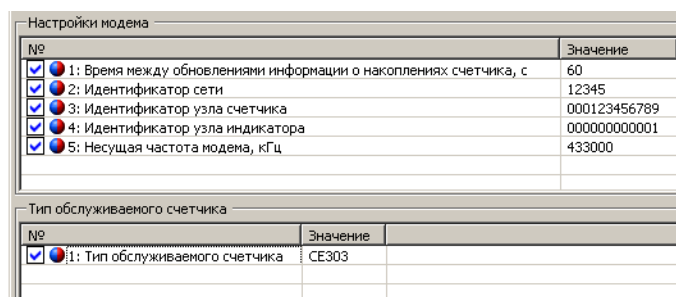

Рисунок 6.13 – Настройка индикаторного устройства CE901 RU
6.14.6 Перейдите на вкладку «Интерфейсный обмен». В разделе «Настройка модема» проконтролировать параметры: «Идентификатор сети», «Идентификатор узла счетчика», «Несущая частота» (см. рисунок 6.13) – они должны соответствовать настройкам радиомодуля CE831M0x.03, встроенного в счетчик см. п. 5.4.4.7